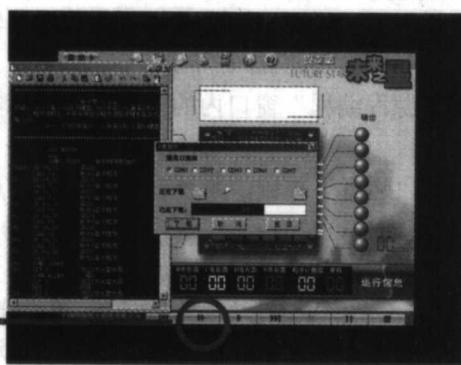

图 1-10
3. 单击“下载”按键，出现“下载程序”对话框，如图 1-10 所示。按计算机的配置进行通信口选择（如 COM1），继续单击“下载程序”窗口中的“下载”按键，待“已经下载”指示到达 100% 时，程序下载完毕。